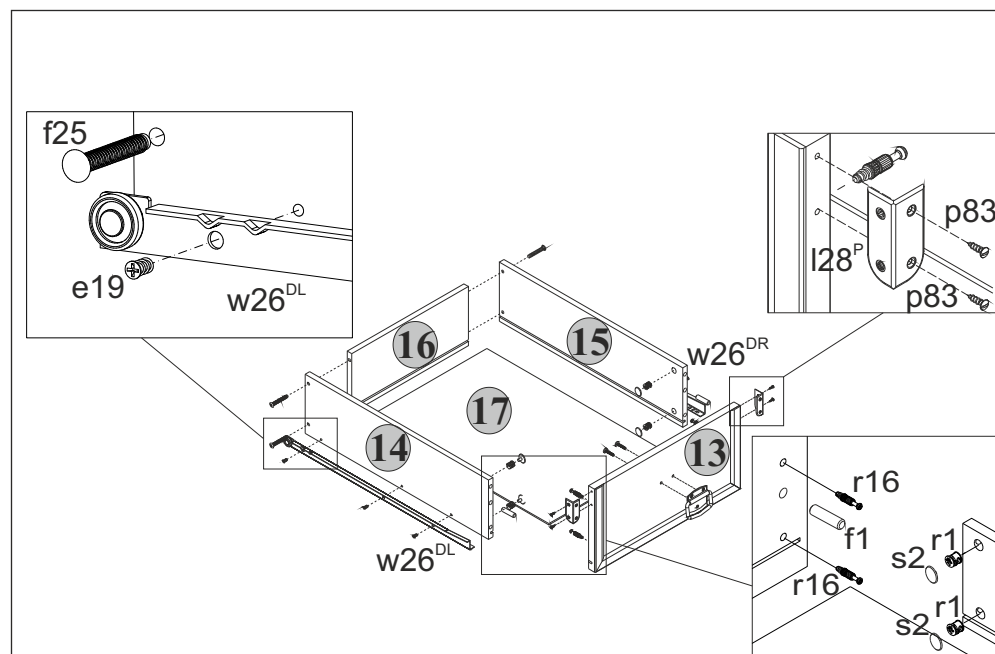

Рис. 3
выдвижных с помощью крестообразной отвертки вкрутить винты стяжки **r16 (см.рис.3)**.
5.26 Соединить панели передние **13** с корпусами ящиков выдвижных и затянуть стяжки эксцентрики **r1**, пользуясь специальным ключом **z1**. Закрывать стяжки эксцентрики заглушками **s2 (см.рис.3)**.
5.22 В отверстия диаметром **8 мм** на передних кромках стенок боковых **14 и 15** корпусов выдвижных ящиков вбить деревянные шканты **f1** (**см.рис.3**).
5.23 В отверстия диаметром **15 мм** на внутренних поверхностях стенок боковых **14 и 15** корпусов выдвижных ящиков вставить стяжки эксцентриковые **r1** (**см.рис.3**).